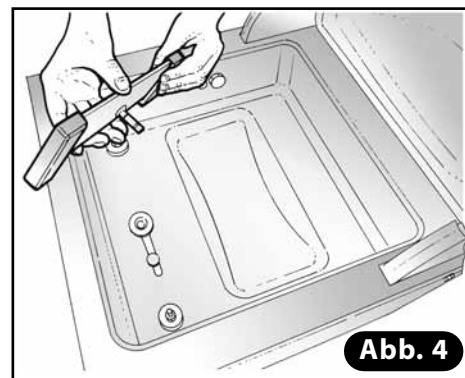

Abb. 4
- Ziehen Sie das Luftkissen unter dem Schweißbalken heraus (**Abb. 4**).